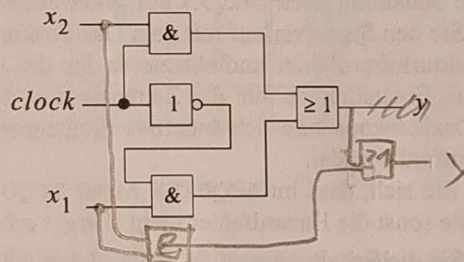

Bild 5.7 Schaltnetz zur Überprüfung der Bestückung
3. Bauen Sie die Schaltung nach Bild 5.7 auf. **Verwenden Sie den rechten Inverter B.** Untersuchen Sie den Signalverlauf mit dem Oszilloskop. Oszillografieren Sie den auftretenden Strukturhazardfehler und skizzieren Sie das Oszillogramm in ihr Protokoll. Vermerken Sie Einstellungen für die Zeitbasis und die Skalierung. Stellen Sie auf Kanal 1 des Oszilloskops eine sich ändernde Eingangsgröße und auf Kanal 2 den Ausgang der Schaltfunktion dar.
4. Modifizieren Sie die Schaltung nach Bild 5.7, damit sie frei von einem Strukturhazard ist. Skizzieren sie den Schaltplan, bauen Sie ihre Schaltung auf und überprüfen Sie ob der Strukturhazardfehler noch vorhanden ist.
5. Bauen Sie die Schaltung wieder zurück und untersuchen Sie die nicht modifizierte Schaltung nach Bild 5.7 auf Funktionshazards. Vervollständigen Sie die Tabelle der Funktionshazardübergänge auf Seite 37 mit der Belegung B bei der Sie einen Funktionshazardfehler erwarten. Überprüfen Sie Ihr Ergebnis mit dem Testmustergenerator und dem Oszilloskop.
zu 5: Tabelle der Funktionshazardübergänge der Originalschaltung nach Bild 5.7